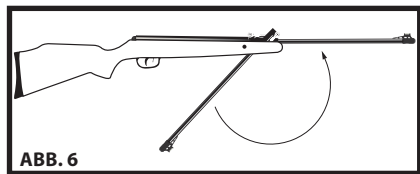

ABB. 6
2. Bewegen Sie den Lauf zurück in seine ursprüngliche Position, indem Sie den Lauf nach oben drücken, bis er einrastet (ABB. 6).